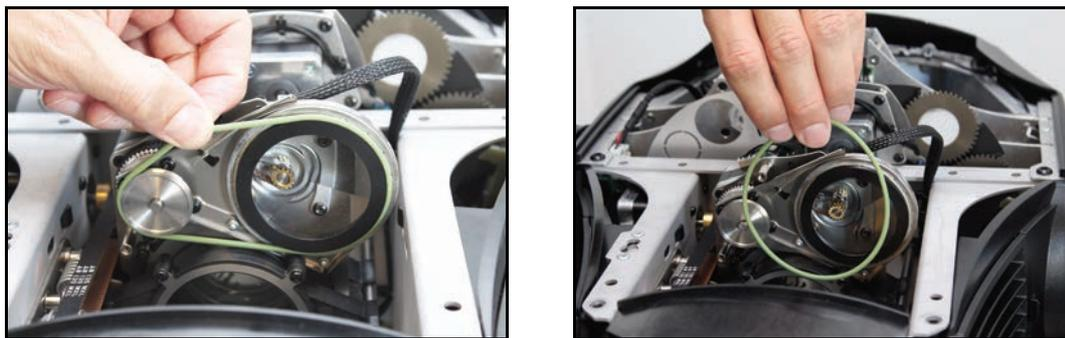

Bild 18: Entfernen des Prismen-Antriebsriemens
2. Siehe Bild 18. Nehmen Sie den Antriebsriemen des Prismas ab. Überdehnen Sie den Riemen nicht.